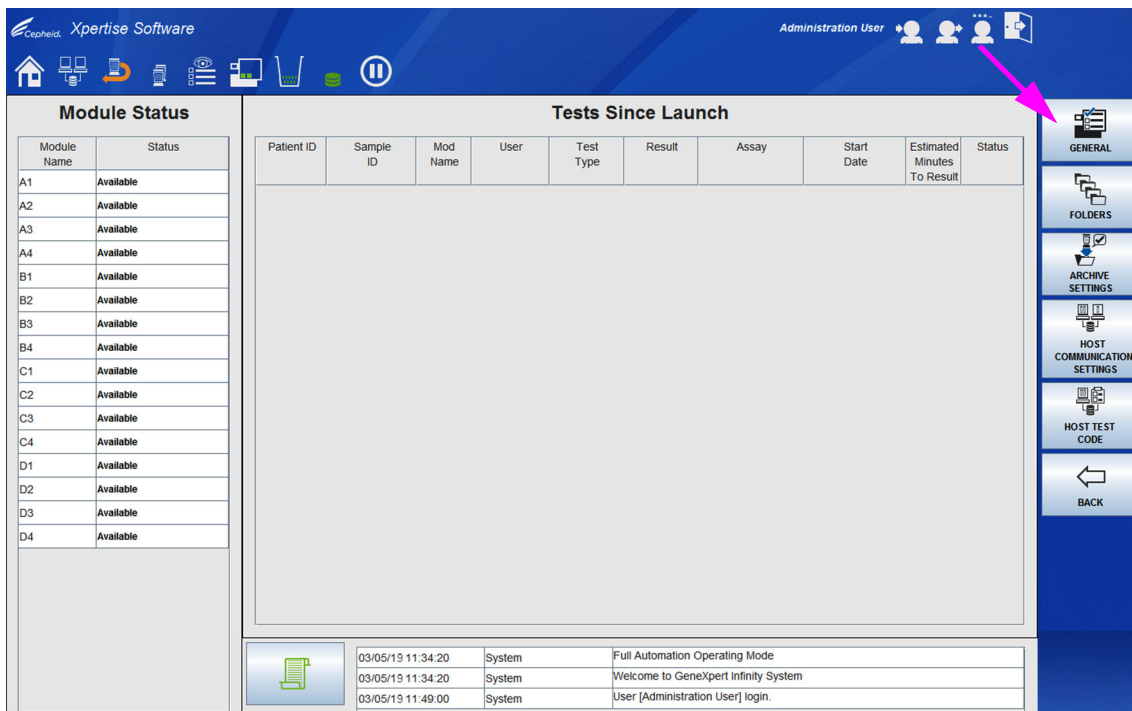
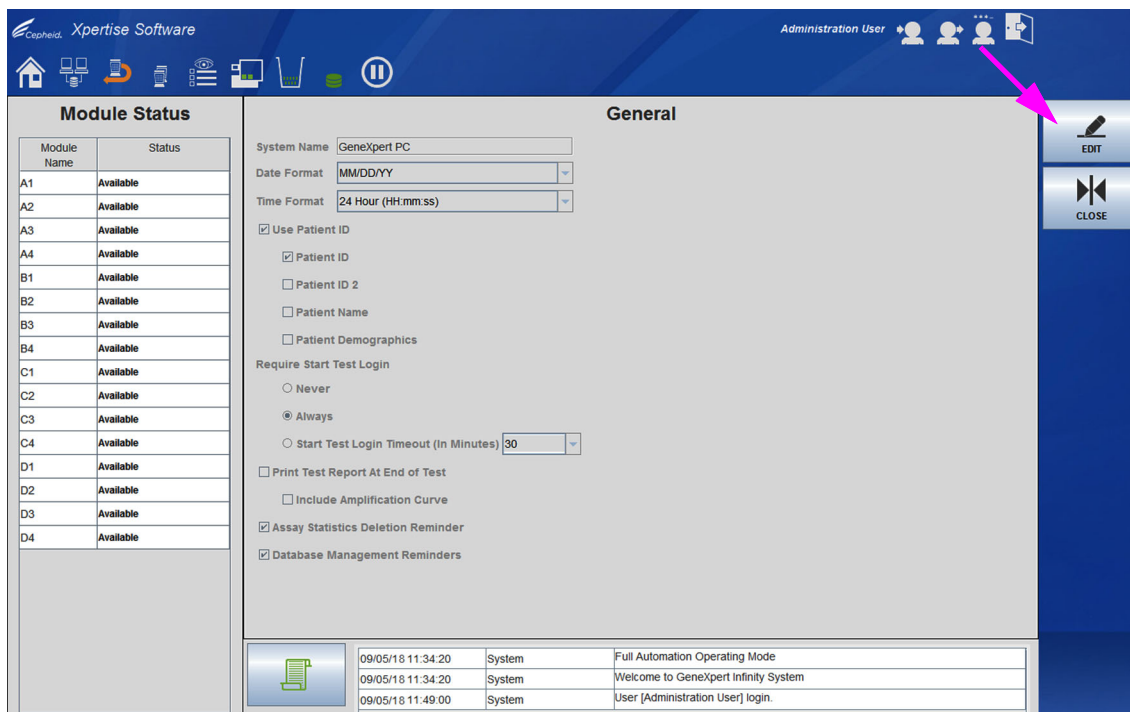
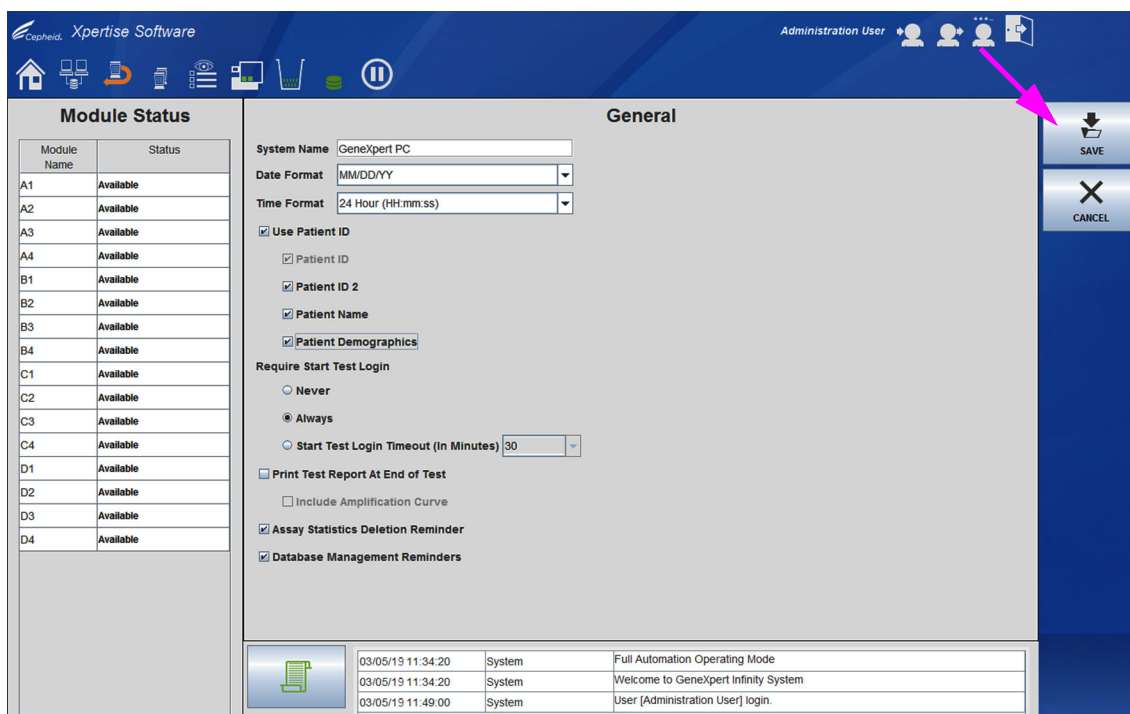

図 2-23. システム構成メニュー
図 2-24. 一般ワークスペース
図 2-25. 一般ワークスペース、有効化
2. **一般（GENERAL）** ボタンを選択します。図 2-23 を参照。一般（General）ワークスペースが表示されます。図 2-24 を参照。
3. 一般（General）ワークスペースを有効にするには、**編集（EDIT）** ボタンを選択します。図 2-24 を参照。これで、一般（General）ワークスペースが有効になり、図 2-25 に示すように編集できます。
6. 一般 (General) ワークスペースの全ての項目を完了したら、**保存 (SAVE)** ボタンを選択して変更を保存するか (図 2-25 を参照)、**キャンセル (CANCEL)** ボタンを選択して変更をキャンセルします。
2. **フォルダ (FOLDERS)** ボタンを選択して、フォルダ (Folders) ワークスペースを表示します。図 2-23 を参照。
2. **Archive設定（ARCHIVE SETTINGS）** ボタンを選択して、Archive設定（Archive Settings）ワークスペースを表示します。図 2-23 を参照。